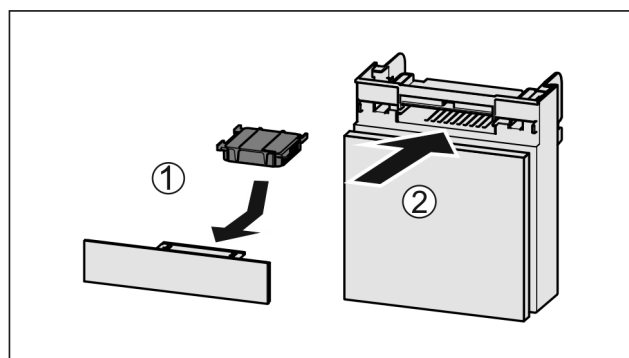

Fig. 89
- ▶ Wkładać Fig. 89 (1) filtr z węglem aktywnym zgodnie z ilustracją.
- ▶ Gdy filtr z węglem aktywowanym jest skierowany w dół: Wsunąć komorę Fig. 89 (2).